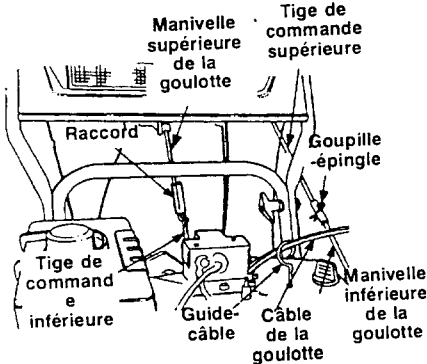

FIGURE 11
- Glissez le tube de blocage (Z) sur l'extrémité filetée de la tige de commande supérieure et faites glisser le tube de blocage, maintenez les tiges de commande supérieure et inférieure. Voir la figure 11. Frappez sur le raccord jusqu'à ce qu'il s'emboîte sur la tige de commande inférieure.
- Faites passer les câbles de la commande à distance de la goulotte dans la gaine sur le dessus du moteur. Voir la figure 11.